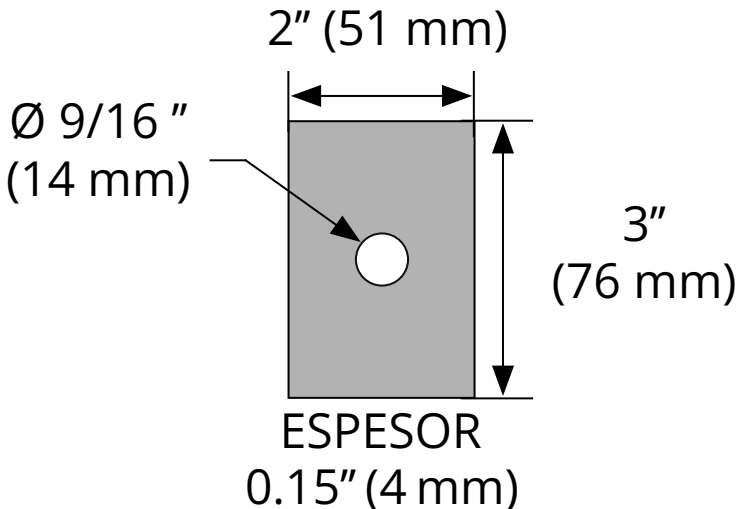

Fig. 5.7
- c. (4 o 8) 2" x 3" (51 x 76 mm) Placa Rectangular (compruebe en el diagrama) (Fig. 5.7)